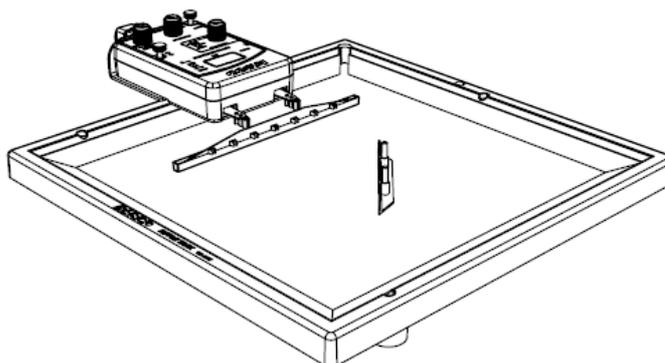

Figure 1.2: Position de la barrière plane
1. Placer la longue barrière au milieu du réservoir de telle sorte qu'elle forme un angle avec l'excitateur d'ondes planes. (voir figure 1.2)